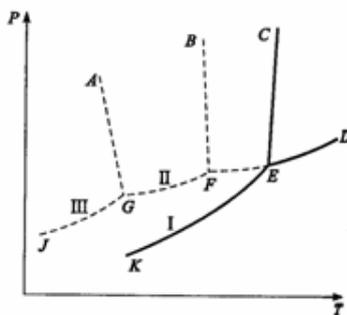

图6-2
6-5 图6-2是具有多晶转变的某物质的相图, 其中DEF线是熔体的蒸发曲线。KE是晶型I的升华曲线; GF是晶型II的升华曲线; JG是晶型III的升华曲线, 回答下列问题: (1) 在图中标明各相的相区, 并写出图中各无变量点的相平衡关系; (2) 系统中哪种晶型为稳定相? 哪种晶型为介稳相? (3) 各晶型之间的转变是可逆转变还是不可逆转变?